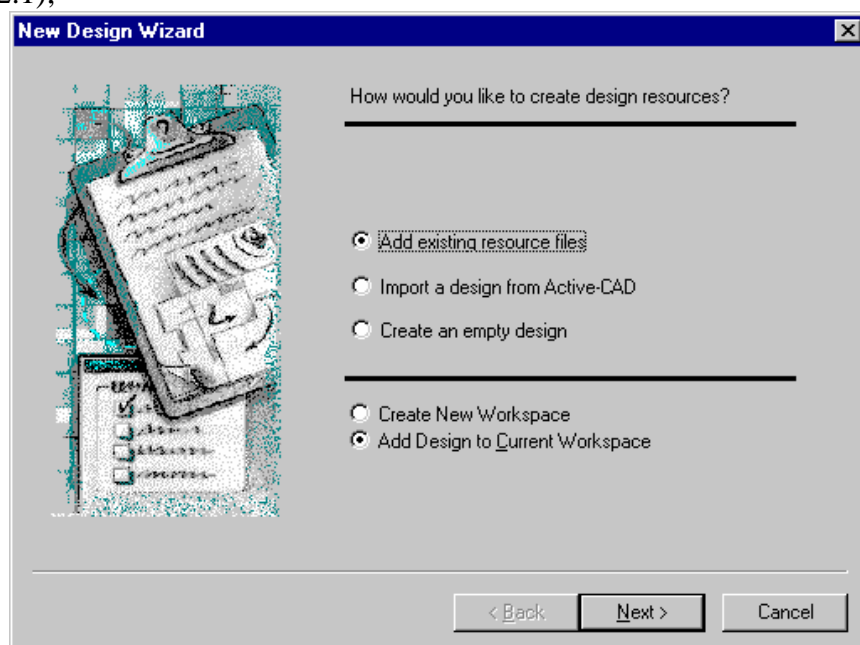

Figura A-2.1 *Posibilitățile de creare a unui nou proiect*
2. Când apare fereastra **Getting Started**, selectați **Create New Workspace** pentru a deschide fereastra **New Design Wizard** (figura A-2.1);